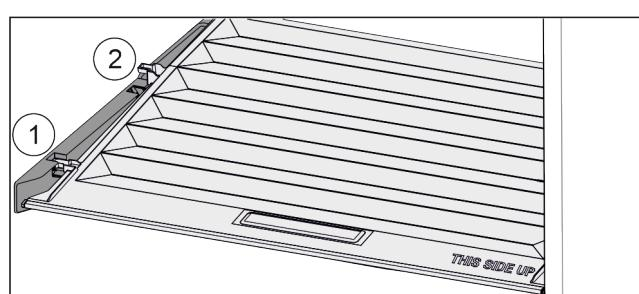

Fig. 111
- Veko potiahnite dopredu až k otvoru v prídržných dieľoch Fig. 111 (1).
- Vzadu ho nadvihnite zospodu a zložte smerom nahor Fig. 111 (2).